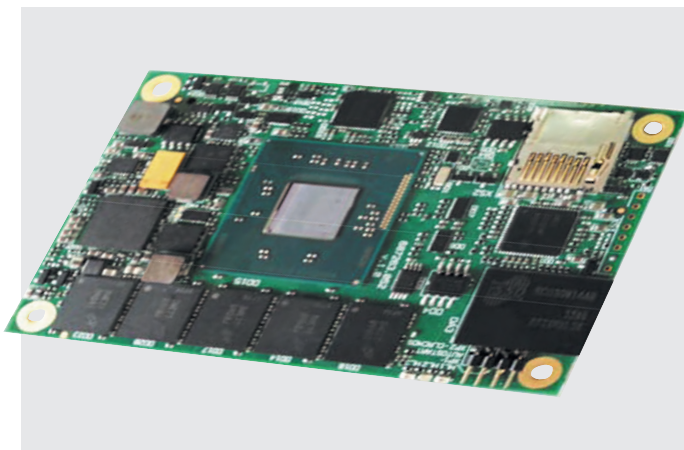

Рис. 4. Процессорный модуль CPC1311 на базе Intel Atom
CPC1311 построен на базе многоядерного процессора из embedded серии Intel Atom семейства Bay Trail с 64-разрядной архитектурой (рис. 4). Отличительными особенностями процессоров являются крайне низкое энергопотребление (до 10 Вт), поддержка памяти ECC и мощный графический контроллер. «Обязка» процессора в виде 4 Гбайт оперативной памяти DDR3L с поддержкой ECC и твердотельного диска ёмкостью 8 Гбайт позволяет использовать изделие в качестве самодостаточного встраиваемого компьютера, способного решать большинство прикладных задач. Мультимедийные возможности CPC1311 включают в себя видеоконтроллер с интерфейсом LVDS (разрешение до 2560×1600 пикселей) и современный аудиокодек класса HD. Встроенные в процессор функции декодирования/кодирования видео позволяют применять модуль в системах, связанных с обработкой мультимедийных потоков. Через разъёмы высокой плотности разработчикам доступен большой арсенал высокоскоростных интерфейсов: 1×1 Гбит Ethernet, 5×USB 2.0, 1×USB 3.0, 2×SATA II, 3 PCIe x1 (дополнительно одна линия PCIe может быть получена вместо GbEthernet). Из дополнительных возможностей следует отметить встроенную поддержку шины CAN 2.0, востребованную в системах реального времени, прежде всего, на транспорте.
- процессоры Intel® Core™ i 9-го поколения: ультракомпактные промышленные ПК С603х, промышленные ПК для шкафов управления С6920 и С6930 (рис. 4), а также ПК С66х0 на базе форм-фактора АТХ и С52х0 для монтажа в 19-дюймовую стойку.
Рис. 4. Хорошо зарекомендовавшая себя в эксплуатации серия промышленных ПК для шкафов управления С69xx теперь включает устройства с новыми процессорами Intel Atom® X-E39xx и Intel® Core™ i 9-го поколения